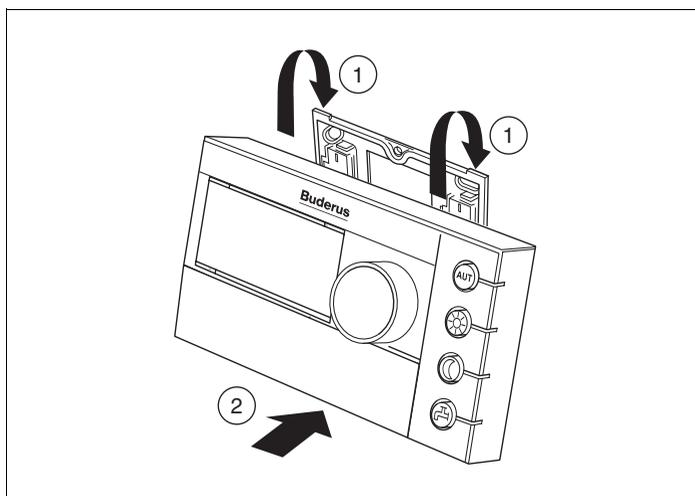

Fig. 4 Montaggio dell'unità di servizio RC30
- Agganciate l'unità di servizio RC30 in alto nella piastra di montaggio nella direzione delle frecce (fig. 4, **pos. 1**).
- Premete l'unità di servizio RC30 verso il basso, in direzione della freccia, contro la piastra di montaggio, fino a quando non si aggancia (fig. 4, **pos. 2**).
- Sbloccate l'unità di servizio RC30 dal lato inferiore e sfilatela in alto (fig. 4, **pos. 2**).